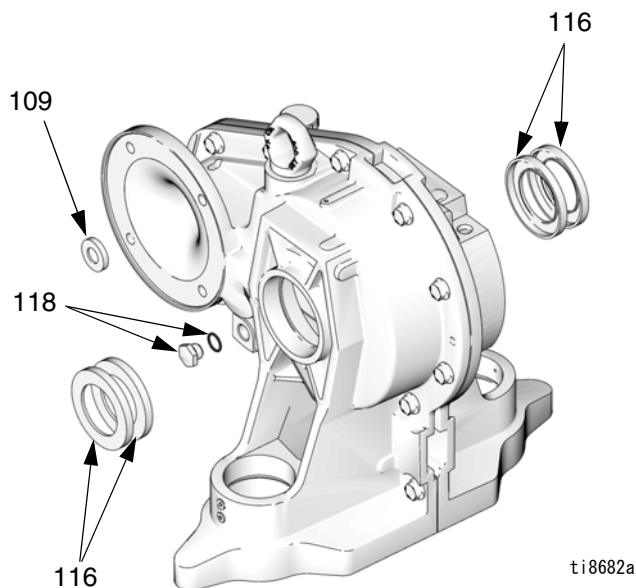

図 26. ギア減速機シール
5. 4 本のネジ (12) およびカバー (21、32) を取り外します。
6. 図 26 を参照してください。ギア減速機のモーター側で、油抜きプラグ (118) をガスケットと共に捻って取り外します。入力シール (109) を硬化させたシートメタル ネジで貫通し、引き出します。